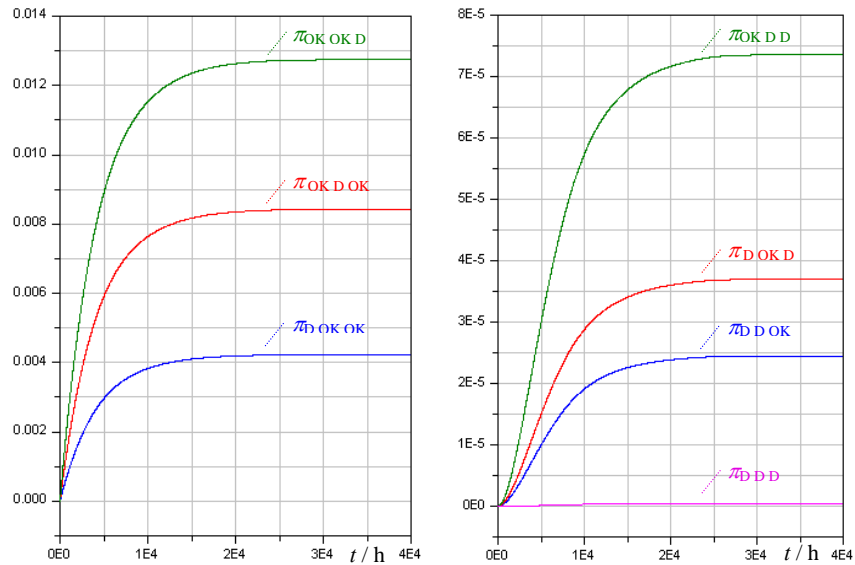

Bild 2: Zeitverläufe der Zustandswahrscheinlichkeiten des Markov-Modells zur PLT-Schutzeinrichtung.
- Die Diagramme in Bild 2 zeigen die Verläufe der Aufenthaltswahrscheinlichkeiten in den acht Zuständen des Markov-Modells. Ermitteln Sie hieraus die Wahrscheinlichkeit, dass nach einem Jahr keiner der drei Kanäle ausgefallen ist. Erläutern Sie Ihr Vorgehen.
- c) Bestimmen Sie mit Hilfe von Bild 2 die PFD der Schutzeinrichtung, wenn diese mit einer 2oo3-Redundanz über einen Zeitraum von vielen Jahren betrieben werden soll. Erläutern Sie Ihre Vorgehensweise kurz.